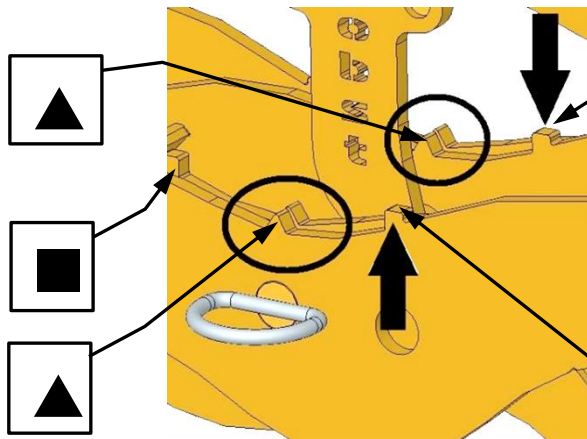
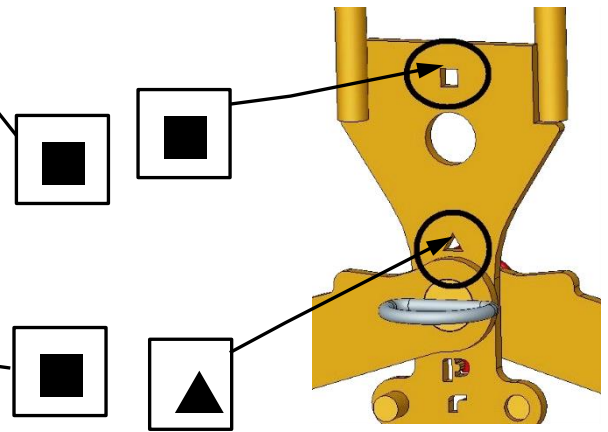

Abb. 2
Abb. 3
- Für diesen Greifbereich müssen die Viereck ■-Kennzeichnungen an den Greifarmen (in der Mitte des Gerätes) **deckungsgleich** sein (Abb. 2) und am Verriegelungshaken (2) muss die Viereck ■-Kennzeichnung über dem Steckbolzen mit Klappsplint (8) positioniert werden (Abb. 3).
- Um die Greifbereichseinstellung vorzunehmen, wird der Steckbolzen (6) sowie der Steckbolzen mit Klappsplint (8) entfernt.